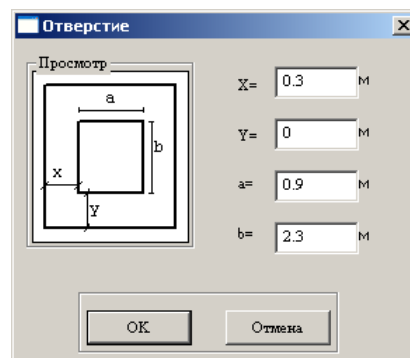

Рис.1.6.1. Окно диалога **Отверстие**
- в окне диалога **Отверстие** (рис. 1.6.1) задайте следующие параметры: